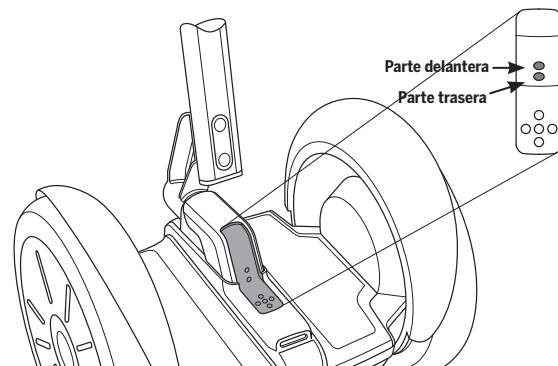

Ilustración 58: luces de indicación de carga de la batería
6. Compruebe que ambas luces de indicación de carga situadas en la consola se pongan en verde para confirmar que las baterías se estén cargando (consulte la **ilustración 58**). Para obtener más información acerca de las luces de indicación de carga, consulte "Luces de indicación de carga de la batería" (p. 89).
Dos luces de indicación de carga de la batería ubicadas en la consola indican el estado de carga de las baterías cuando esté enchufado el transportador PT. La luz delantera de indicación de carga de la batería corresponde a la batería delantera mientras que la luz trasera de indicación de carga corresponde a la batería trasera (consulte **ilustración 58**). Las luces de indicación de carga de la batería proporcionan información independiente relativa a si se está cargando cada una de las baterías. Cuando el transportador PT esté enchufado y se encuentre cargando, aparecerán parpadeando o en verde fijo ambas luces de indicación de carga de la batería. Si una o ambas luces de indicación de carga de la batería se ponen en rojo o no se encienden, es porque hay un problema con la carga de la batería correspondiente. Para obtener más información, consulte "Fallos durante la carga" a continuación.